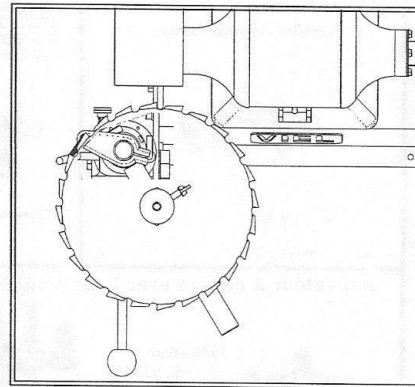

FIGURE 72
- Ajuster l'index tel que montré (Fig.72).